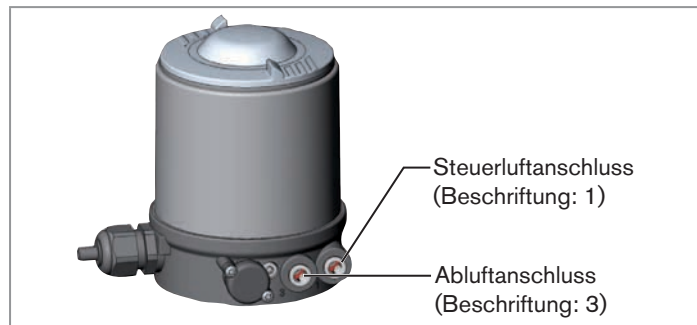

Bild 9: Pneumatischer Anschluss
- Das Steuermedium an den Steuerluftanschluss (1) anschließen (3 ... 7 bar; Instrumentenluft, öl-, wasser- und staubfrei).
- Die Abluftleitung oder einen Schalldämpfer an den Abluftanschluss (3) montieren (siehe „Bild 9: Pneumatischer Anschluss“).